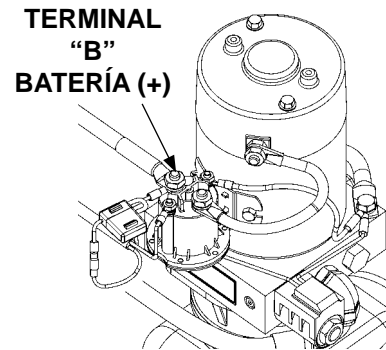

FIG. 38-1
1. Conecte un voltímetro a la terminal "B" del solenoide para verificar que se esté energizando. Recargue la batería si la lectura del voltaje es menor a 12.6 voltios (FIG. 38-1).